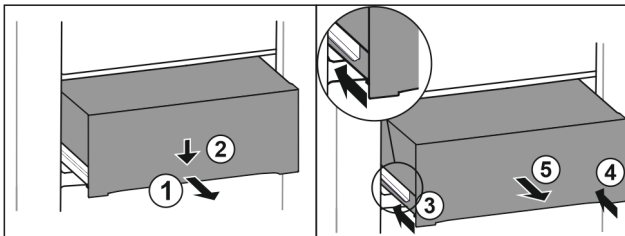

Fig. 73
- ▶ Schubfach halb herausziehen. Fig. 73 (1)
- ▶ Schubfach an der Vorderseite nach unten drücken. Fig. 73 (2)
- ▶ Linke Schiene etwa 2 cm einschieben. Fig. 73 (3)
- ▶ Rechte Schiene etwa 2 cm einschieben. Fig. 73 (4)
- ▶ Schubfach nach vorne entnehmen. Fig. 73 (5)